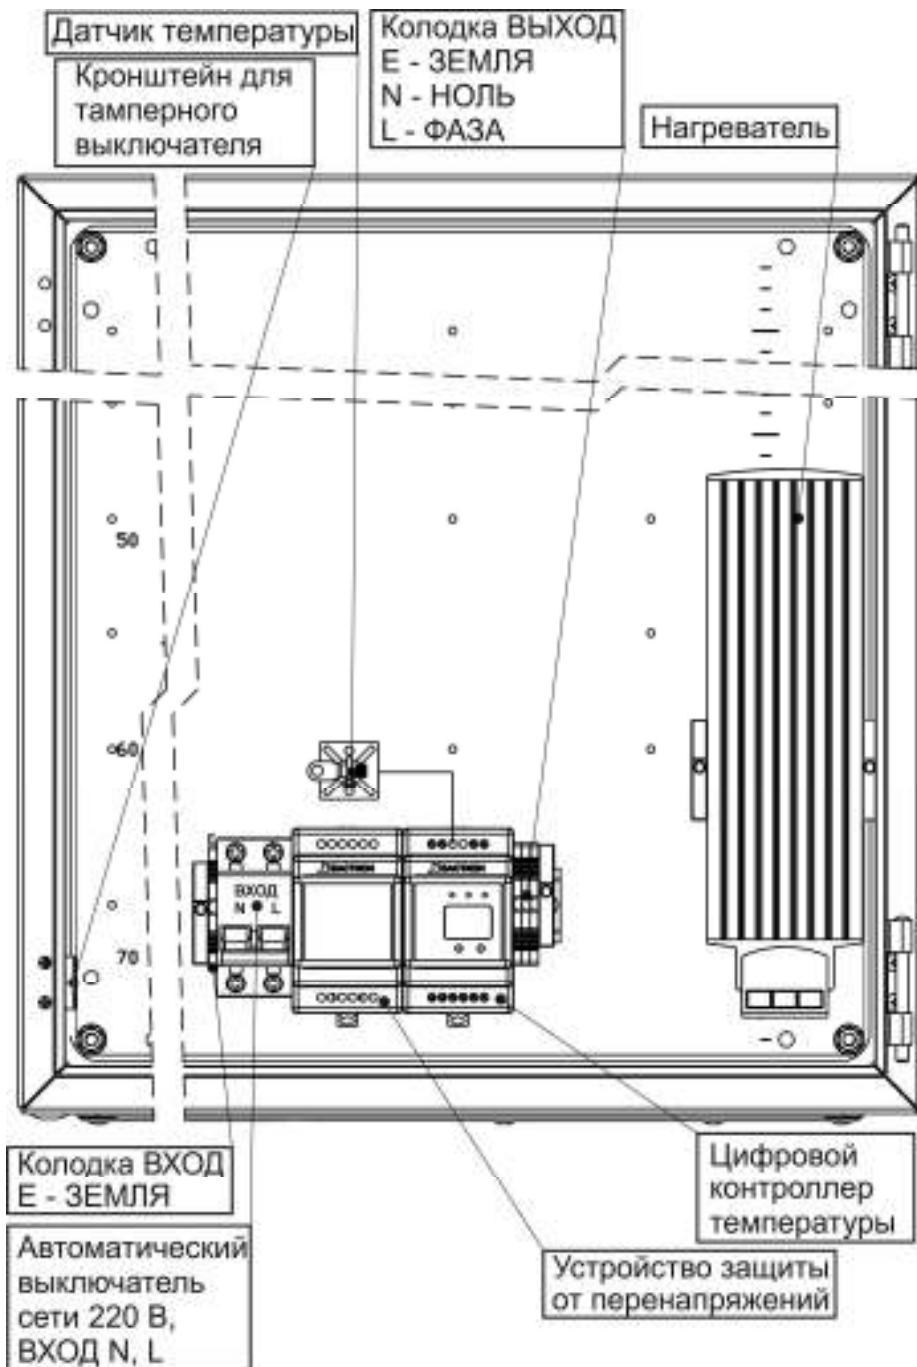

Рисунок 2 – Вид изделия с открытой дверцей
При открытой дверце осуществляется доступ к следующим узлам, расположенным на DIN-рейке: цифровому контроллеру температуры, автоматическому выключателю, клеммной колодке ВХОД и ВЫХОД~ 220В (см. рисунок 2).
Выполните подключение внешних цепей к изделию в соответствии с назначением клемм подключения (см. рисунок 2) в следующей последовательности:
- Провод заземления подключите к клемме Е (ЗЕМЛЯ) на колодке «ВХОД» (см. рисунок 2).
- Подключите, соблюдая фазировку, к клеммам автоматического выключателя сетевые провода N (НОЛЬ) и L(ФАЗА) (см. рисунок 2).
- В случае необходимости установите тамперный переключатель (входит в комплект поставки) на специальный кронштейн (см. рисунок 2), используя входящий в комплект крепеж.